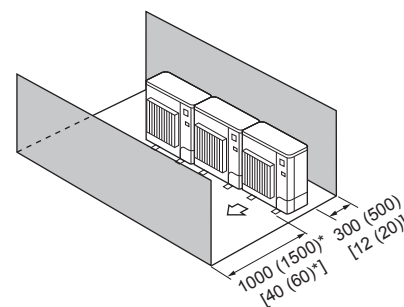

Fig. 2-15
- ④ Obstáculos sólo en la parte delantera y trasera (Fig. 2-15)